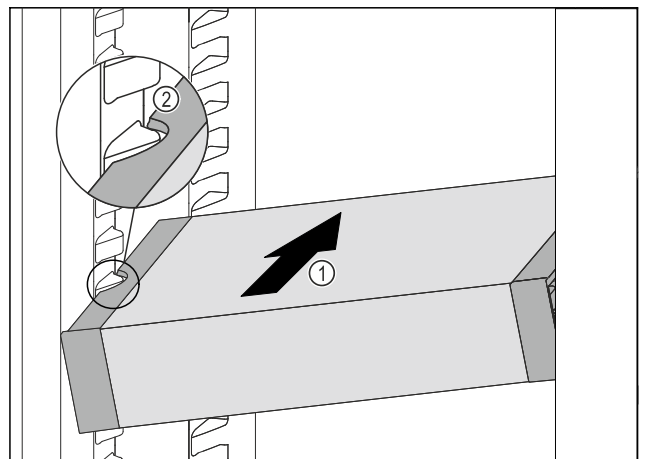

Fig. 87
- ▶ Introduzca el VarioSafe en posición oblicua en el compartimiento del refrigerífico Fig. 87 (1) hasta que los huecos laterales Fig. 87 (2) del VarioSafe se encuentren a la altura de la nervadura del recipiente en el compartimiento refrigerífico.